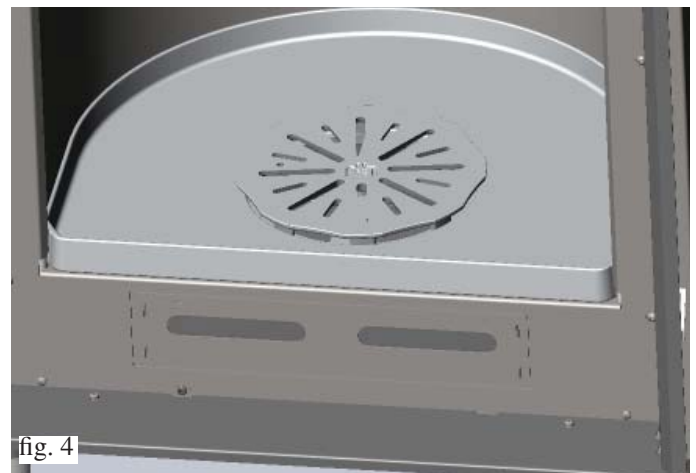

fig. 4
- Abrir a porta e bloqueá-la na posição de abertura para poder trabalhar facilmente dentro da fornalha (fig. 4).